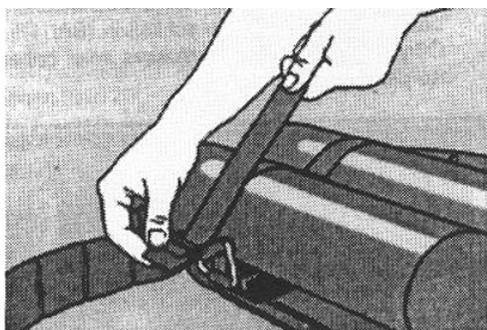

Figura 11
- Colocar a alavanca tensora em posição horizontal (posição de tensão). A abraçadeira de tensão encontra-se entre ambos os cames da alavanca tensora (Figura 11).